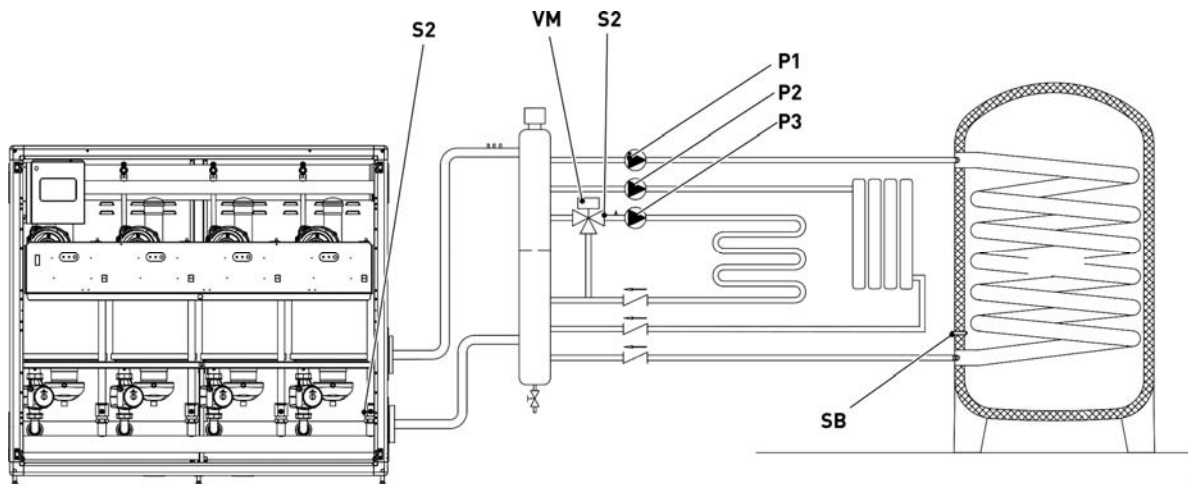

Рисунок 13
- Отсоедините разъём J14 с 4 контактами от платы «Мастер» (смотри Рисунок 13);